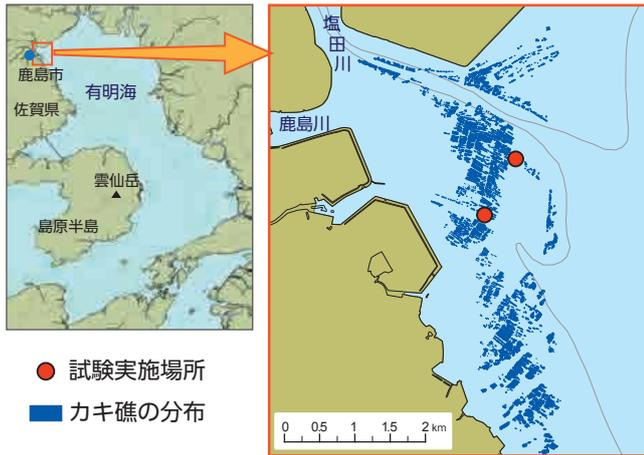

図 1. 佐賀県鹿島市塩田川河口カキ礁と試験実施場所
最大のカキ群集(カキ礁:図1)が広がっています。このカキ礁についての環境浄化機能や多様な生態系に関わる役割に関する成果をもとに、有明海のカキを用いたより高水温に強いカキ種苗の安定した入手方法の可能性を検討しました。そこで、従来から繁殖しているカキ礁での採苗を試みて、①有明海の環境に順応して繁殖しているカキ礁での安定採苗手法の開発 ②得られた種カキの養殖用種苗としての評価について試験を実施しました。